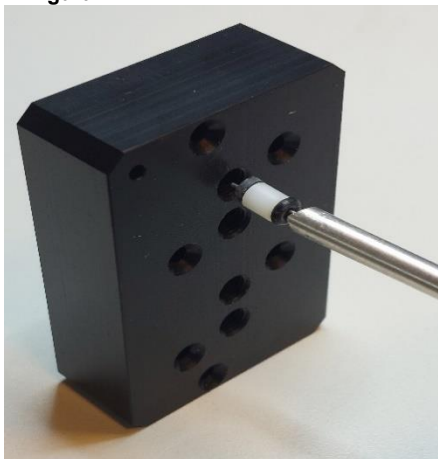

Figura 8
3. Introduzca el émbolo con los componentes en el orificio correspondiente de la unidad de válvula (véase la figura 8).